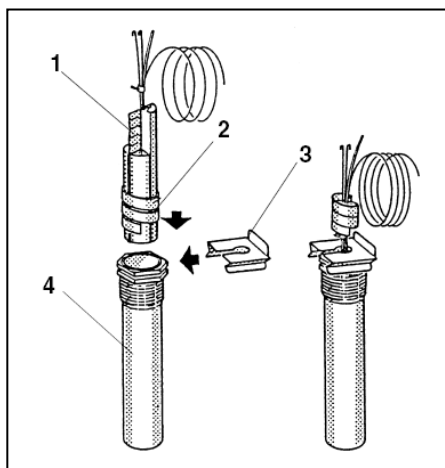

Рис. 8 Температурный датчик в погружной гильзе (схематическое изображение)
- Пластмассовая спираль для удерживания датчика сама сдвигается назад при установке датчика в гильзу (Рис. 8, Поз. 2).
- Для обеспечения контакта между погружной гильзой и поверхностью датчика, то есть для создания надёжной передачи температуры, необходимо вставить между датчиками выравнивающую пружину (Рис. 8, Поз. 1).
- Сбоку или сверху на головку погружной гильзы установите фиксирующую чеку температурного датчика (Рис. 8, Поз. 3).
Пояснения к Рис. 8: